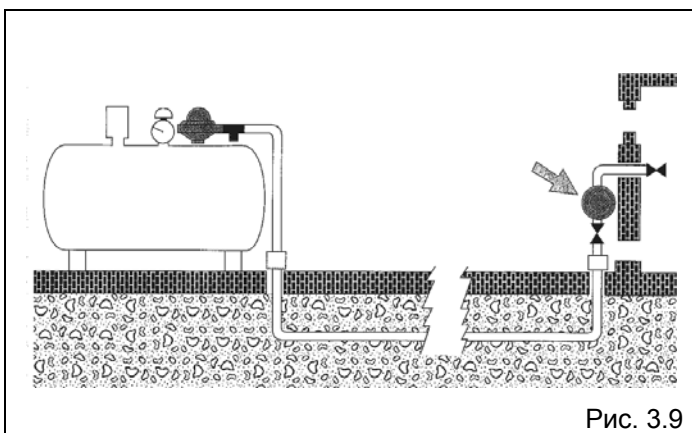

Рис. 3.9
- Вращайте регулятор давления на линии подачи сжиженного газа до тех пор, пока на манометре (рис. 3.9) не будут отображаться следующие значения: